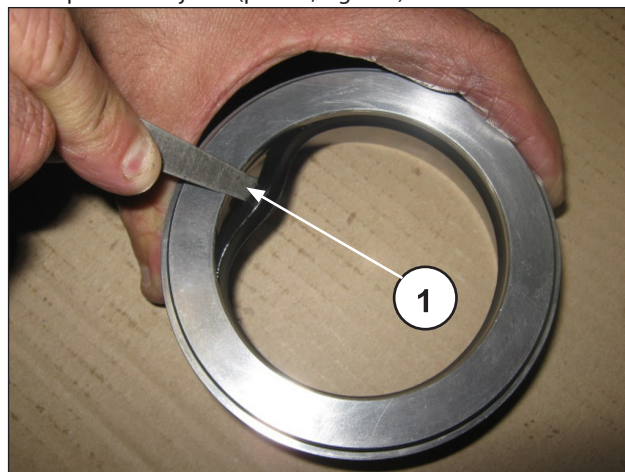

Fig. 247
Para quitar la junta de baja presión, es necesario utilizar un espesímetro o una herramienta que no dañe el alojamiento del soporte de la junta (pos. ①, Fig. 247).